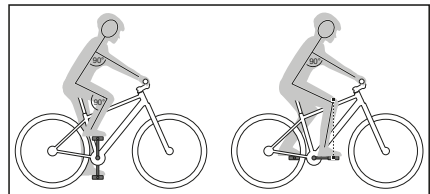

Abb. 2: Sitzposition
- ↳ Prüfen Sie, ob Sie auch bei längeren Fahrten eine bequeme Sitzposition einnehmen und alle Komponenten am Lenker während der Fahrt sicher bedienen können (siehe Abb. 2).